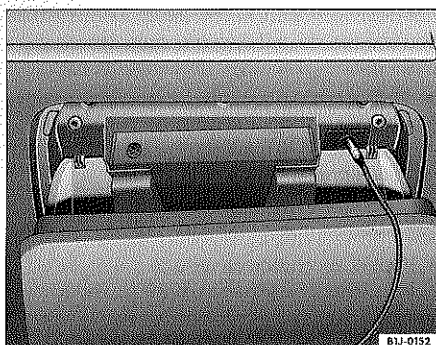

Fig. 3 Toma AUX en la guantera
Para conectar una fuente de sonido externa al conector multimedia ⇒ fig. 3 situado en la guantera, se necesita un cable adaptador especial. Uno de los extremos del cable ha de entrar en el conector hembra (estéreo de 3,5 mm) ⇒ fig. 3 y el otro en la fuente de sonido externa. Se puede adquirir en un comercio especializado.
- Extraiga el cable adaptador del conector multimedia ⇒ fig. 3.